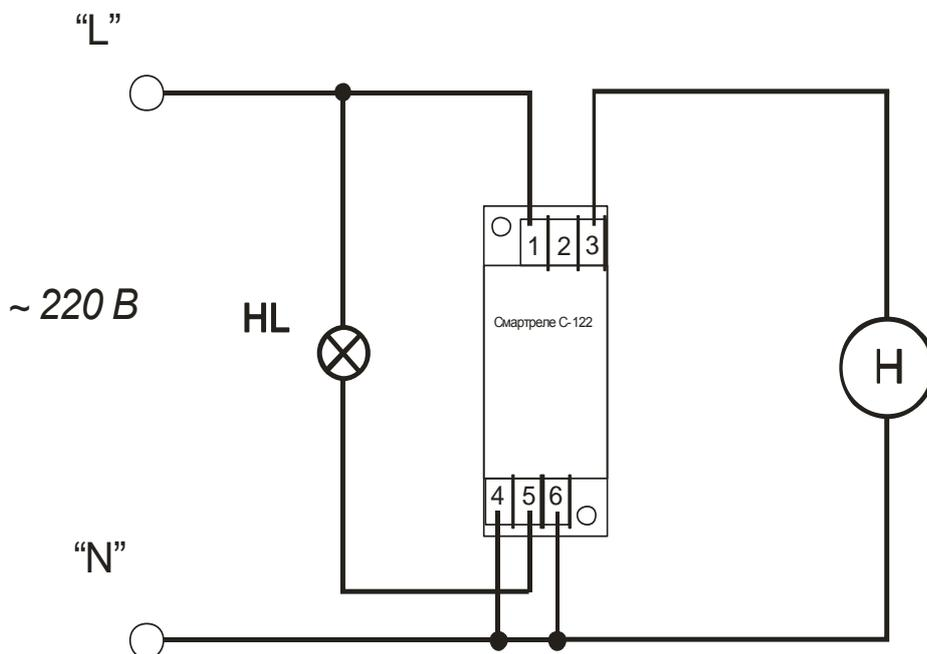
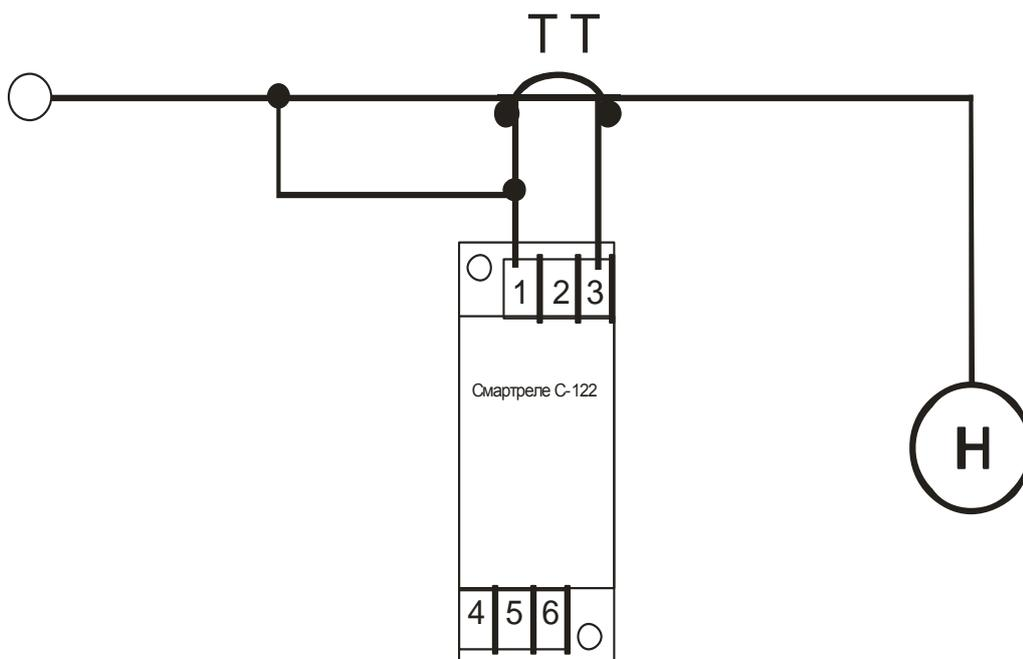

Рисунок 2 - схема прямого включения реле в контролируемую сеть при номинальном токе нагрузки  $I_n \leq 3\text{ A}$
Рисунок 3 - включение реле через трансформатор тока ТТ при токе нагрузки  $I_n > 3\text{ A}$
5.2 Схема включения реле в контролируемую сеть показана на рис. 2, рис. 3.
5.6 Максимальный ток нагрузки реле может быть увеличен путем подключения дополнительного трансформатора тока (рис. 3).
7.2 Подключение реле производится в соответствии со схемой, приведенной на рис.2 или рис 3.